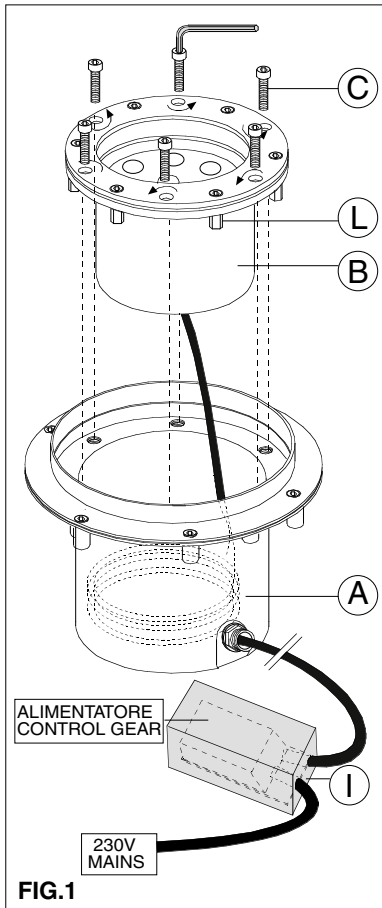
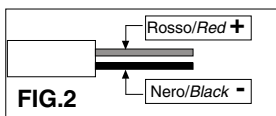
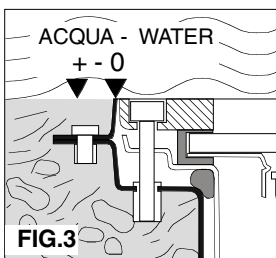
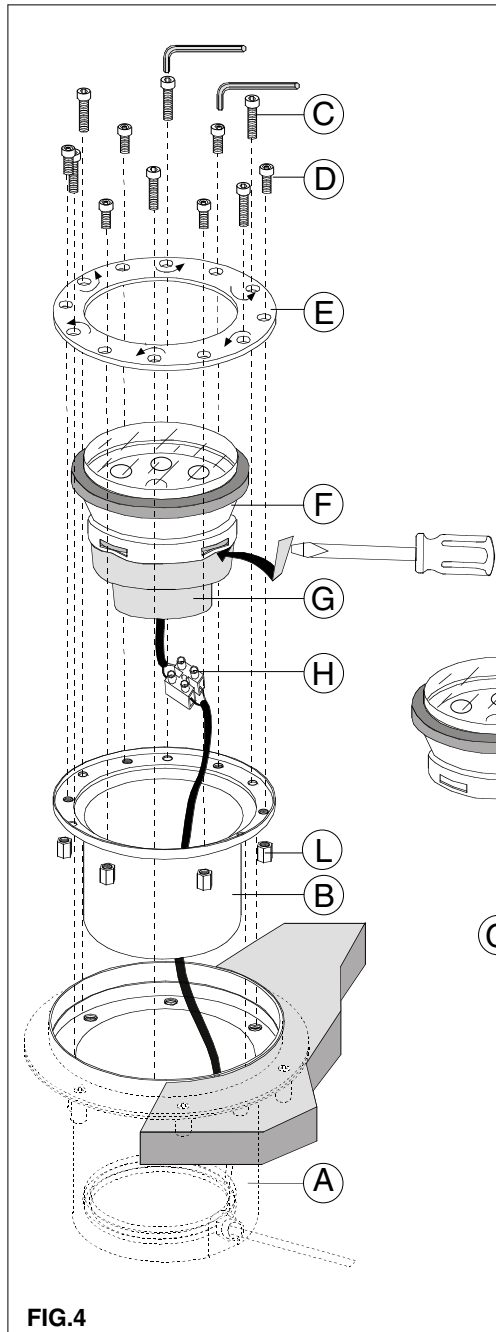

FIG.1
FIG.2
FIG.3
FIG.4
- Immurare la cassaforma **A** mantenendola a filo pavimento. **FIG.1/FIG.3**
- Connettere il cavo dell'apparecchio all'alimentatore (non in dotazione) mantenendo la polarità e il grado di protezione IP68. **FIG.1/FIG.2**
- Togliere le viti **C** e sfilare il corpo **B** dalla cassaforma **A**. **FIG.1**
- Scollegare il morsetto **H**, staccare la lampada **G** da eventuale supporto **F**. **FIG.4**
- Sostituire la lampada, ricollegare i cavi rispettando la polarità. **FIG.2/FIG.4**
- Ripetere la sequenza in senso contrario. **FIG.4**